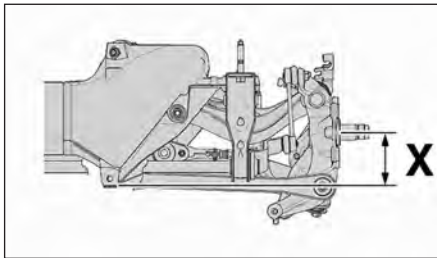

FIG.35
- Positionner le demi-train à la cote (X) = 111 ± 1mm (Fig.35).